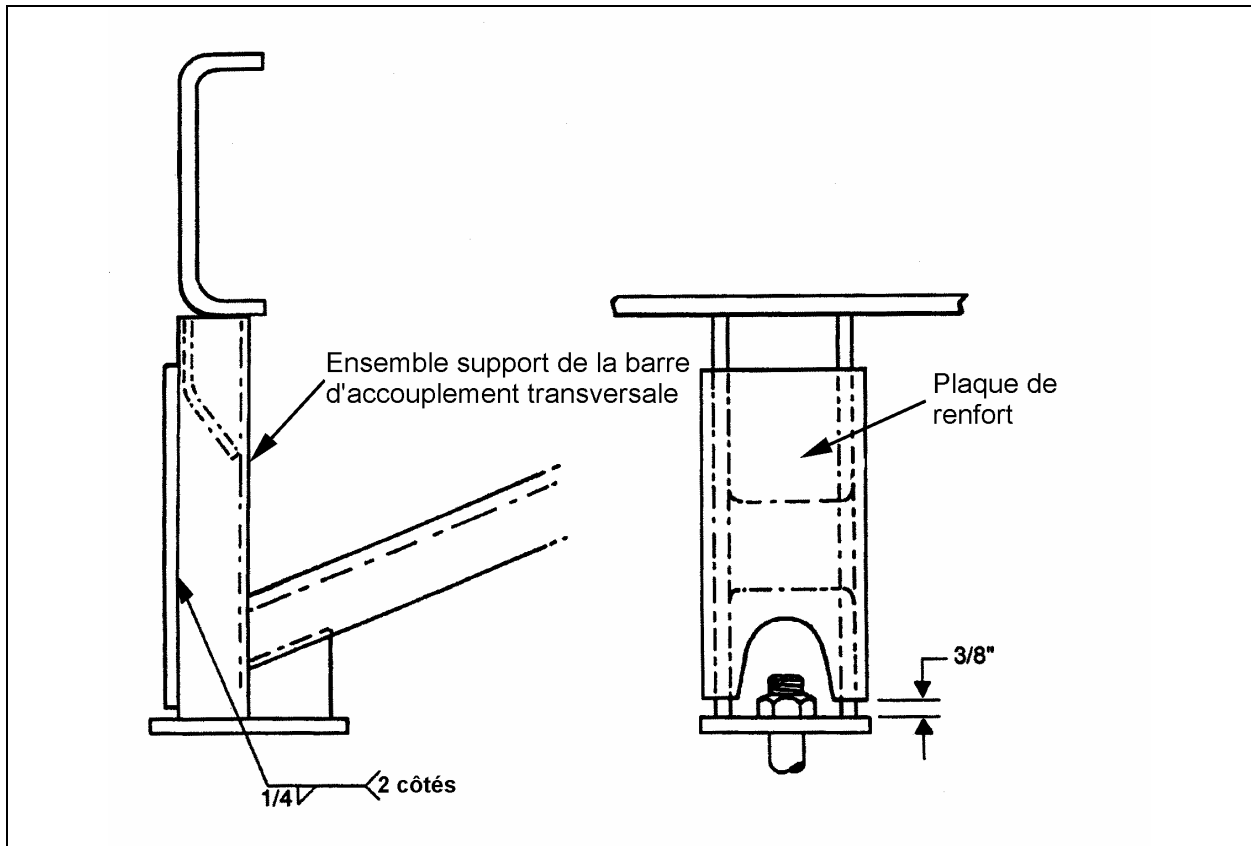

FIGURE 2 : INSTALLATION DE LA PLAQUE DE RENFORT
4. Si l'ensemble support n'est pas fissuré, ajouter la plaque de renfort en vous référant au paragraphe : «Installation de la plaque de renfort seulement sans remplacement de l'ensemble support» et à la figure 2.
6. Effectuer un soudage à rebours, effectuer seulement une passe puis meuler le cordon. Se référer à la figure 2 et aux spécifications indiquées au paragraphe : **Soudure acier – acier**.